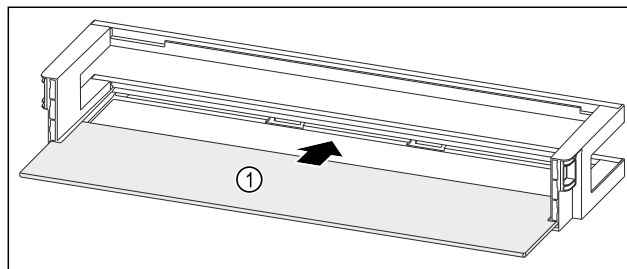

Fig. 121 Dveřní přihrádka s odkládací plochou
- Odkládací plochu Fig. 121 (1) zasuněte do bočních vybrání.